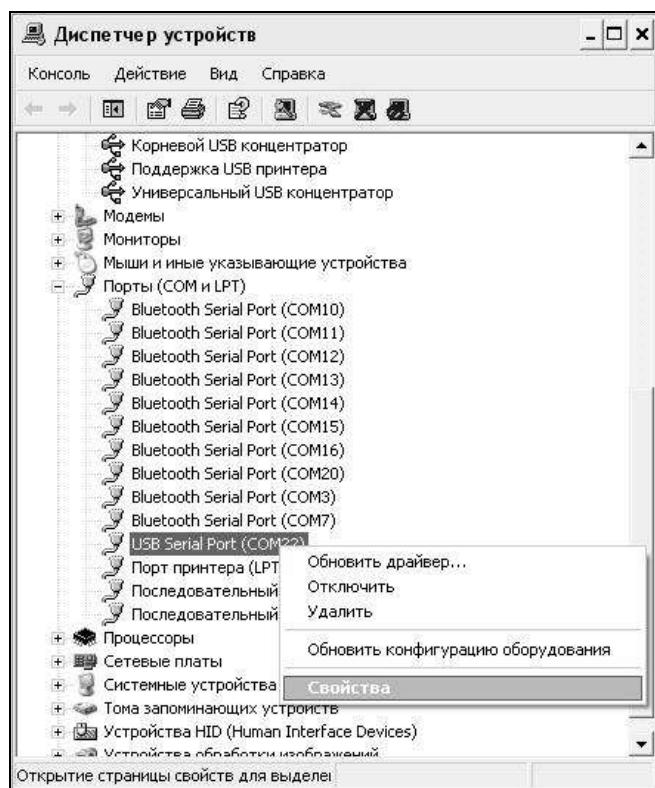
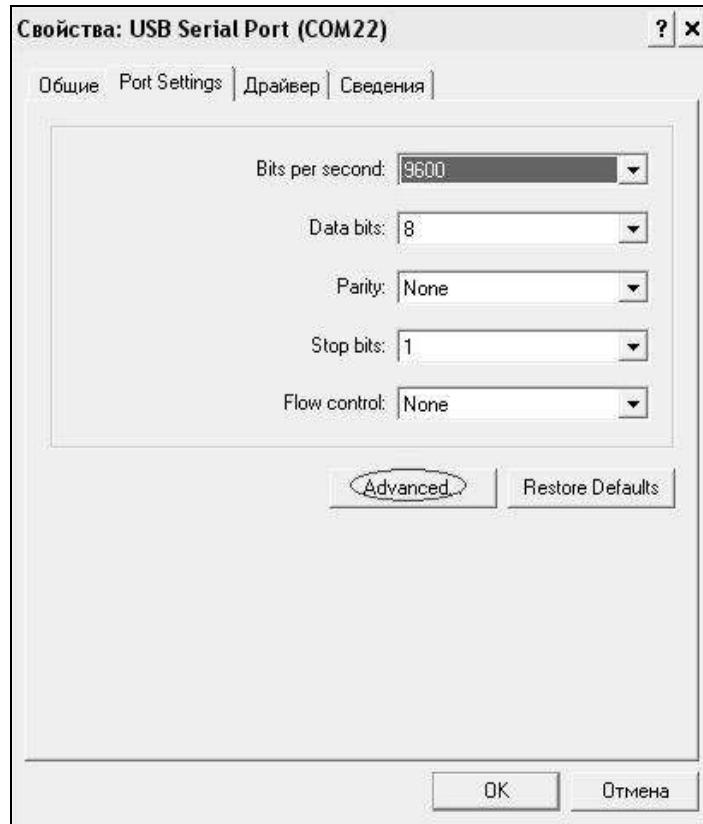
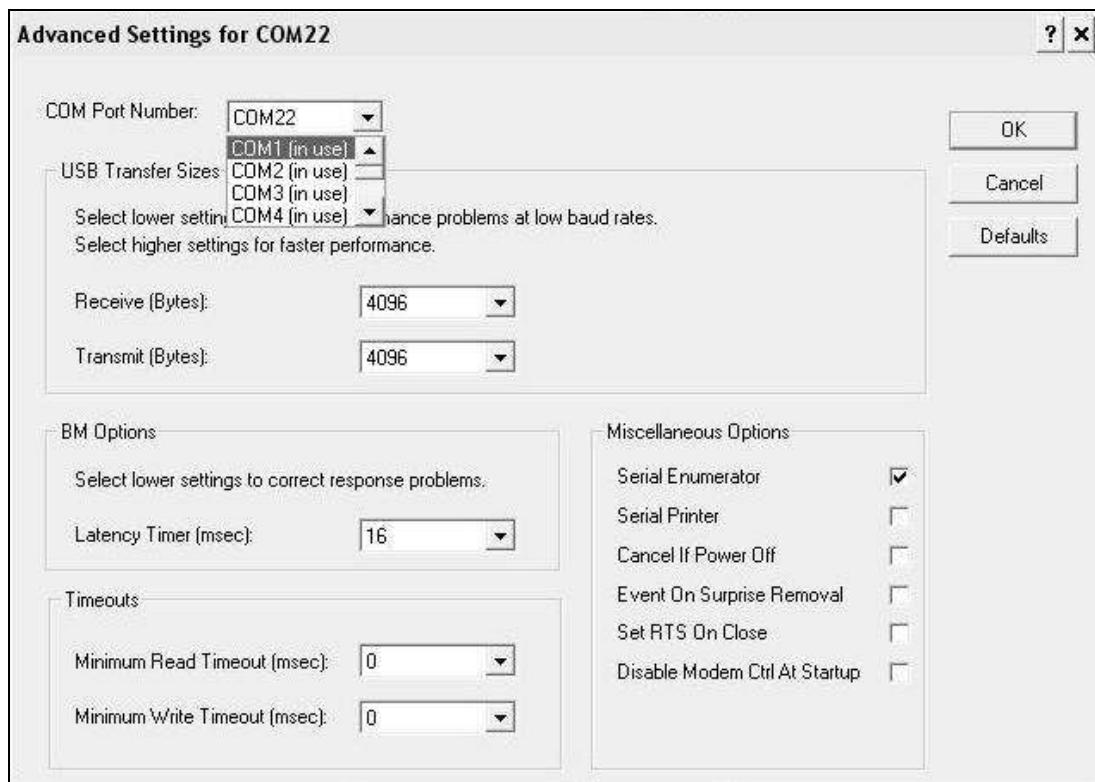

Рисунок 2.5 – Окно диспетчера устройств
Рисунок 2.6 – Окно свойств USB-порта
Рисунок 2.7 – Дополнительные настройки драйвера
– найти строку «USB Serial Port (COM№)», в скобках указан номер COM-порта, если номер в скобках «1» настройка завершена - ничего менять не нужно, если номер не «1» необходимо вызвать окно свойств «USB Serial Port (COM №)» (правой клавишей мыши щелкнуть по строке USB Serial Port (COM №) и выбрать пункт меню «Свойства») (рисунок 2.5), перейти на вкладку «Параметры Окна», нажать кнопку «Дополнительно» (рисунок 2.6), затем, в выпадающем списке «Номер COM-порта» выбрать «COM 1» (рисунок 2.7) и нажать кнопку «OK».